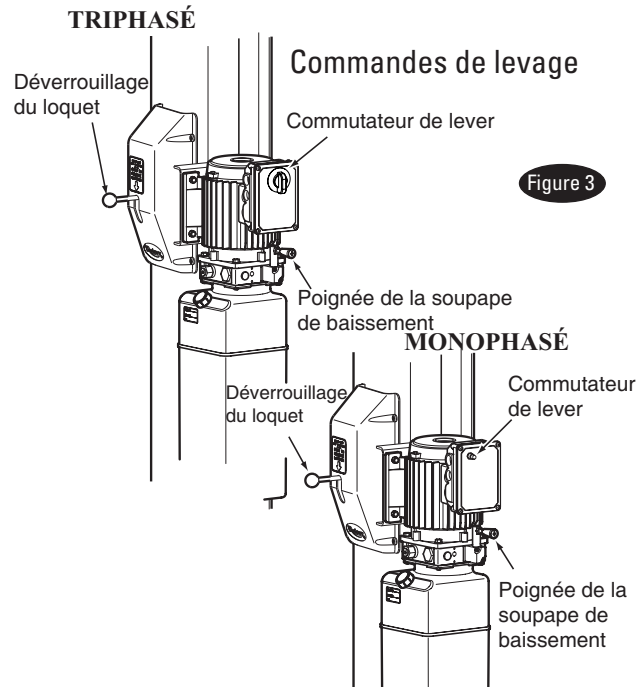

Figure 3
A. Appuyez l'interrupteur Soulever sur l'unité d'alimentation, Figure 3.
- D. Tirez la poignée de la valve d'abaissement pour baisser, Figure 3.